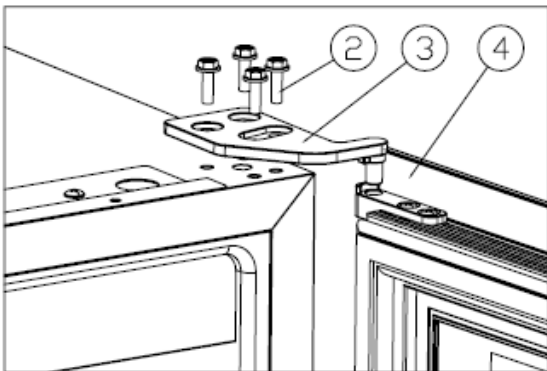

Figure 1
Lösen Sie die M5\*16 Schrauben (2), entfernen Sie das obere rechte Scharnier (3) und nehmen Sie die Tür ab.[Figure 1].